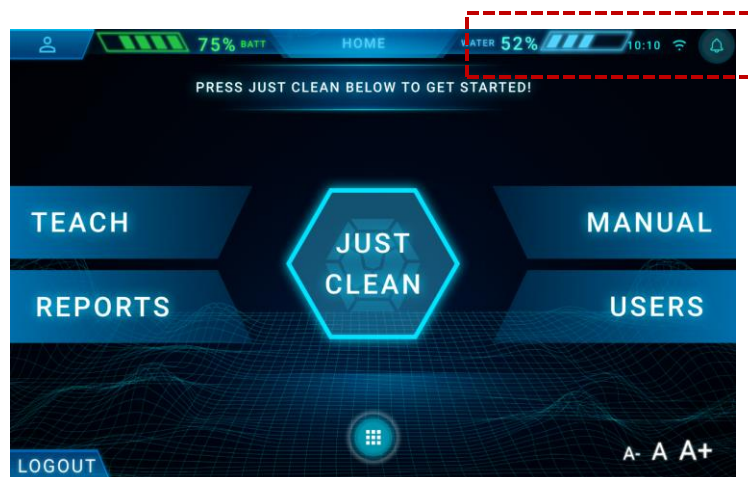

Fig. 1
1. Vérifiez le niveau d'eau propre (Fig. 1 - 1) sur l'écran tactile fixé au REXSCRUB.